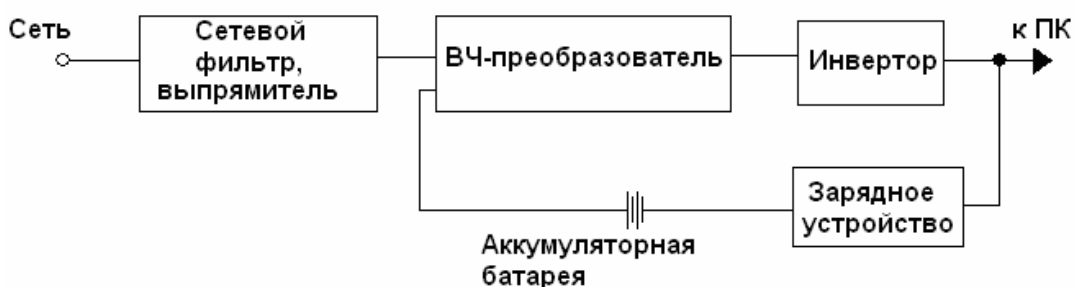

Рисунок 46 - Структурная схема ИБП с двойным преобразованием
*ИБП архитектуры on-line* – интерактивные ИБП или источники с двойным преобразованием. В них входное переменное напряжение с помощью выпрямителя преобразуется в постоянное и поступает на высокочастотный (ВЧ) преобразователь (рисунок 46). С выхода ВЧ-преобразователя напряжение высокой частоты поступает на инвертор и с него на выход устройства. Необходимость применения ВЧ-преобразователя обусловлена тем, что значительные изменения напряжения сети преобразуются в относительно небольшие изменения частоты ВЧ-сигнала на его выходе. Дело в том, что электроника ПК более критична к изменению уровня питающего сетевого напряжения, чем к его частоте. Зарядное устройство и аккумулятор подключены непосредственно к выходу ИБП. Этим достигается нулевое время переключения и стабильность параметров выходного переменного напряжения